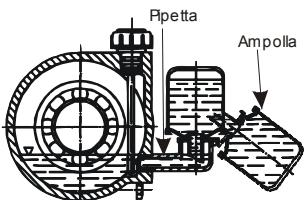

Fig.3: Oliatore
- se il supporto è provvisto di oliatore ribaltare l'ampolla e versare olio nella pipetta fino a raggiungere il livello come indicato in fig.3: riempire l'ampolla e portarla in posizione verticale. Controllare che il livello nell'ampolla rimanga costante. Gli oli indicati in tab. 1 sono validi per temperature comprese tra -10° e 120 °C.